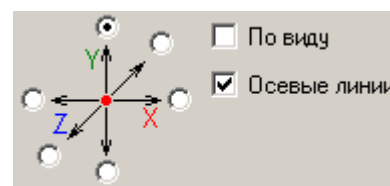

Рис. 133
2. Удалить крепежные уголки у перегородки шкафа и выполнить расстановку трех пар шкантов. Для первой тройки шкантов необходимо в окне приложения **Крепёж и комплектующие** сбросить флажок **По виду** и задать направление установки вдоль оси **Y** снизу вверх (рис. 133). После того как выполнена установка нижних шкантов для перегородки на виде сверху (кнопка ), парные им верхние шканты можно просто скопировать.